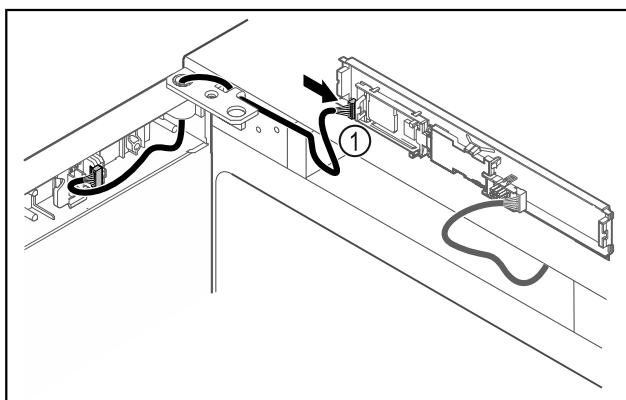

Fig. 39
- Připojte zástrčku Fig. 39 (1) na desku.